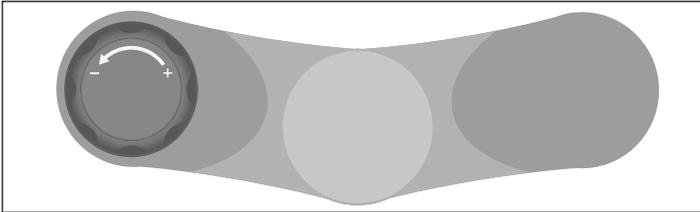

Abb.: E-17 Drehknopf auf der Federgabel (exemplarisch).
- Um die Federvorspannung für einen geringeren Sag einzustellen, drehen Sie den Drehknopf auf der Federgabel in Richtung „+“ (siehe Abb.: E-17 und Kapitel „Hinweise > Federung > Einstellmöglichkeiten > Sag“).